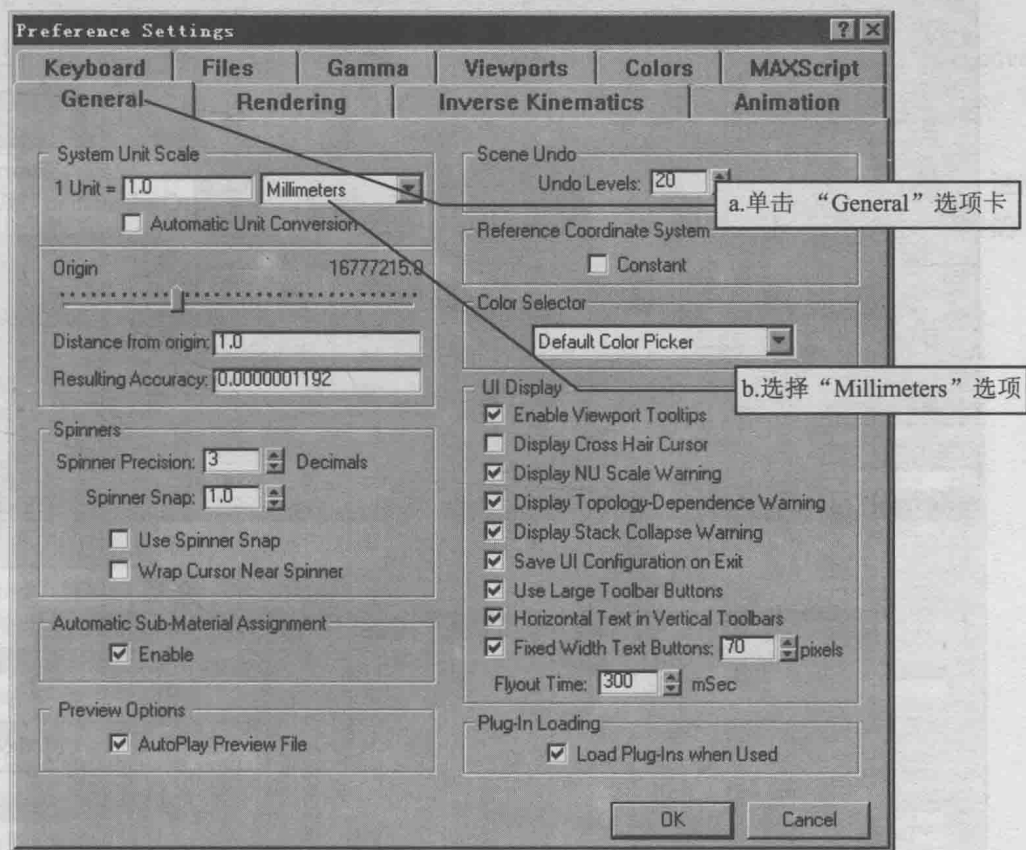

图 1-1-4
(3) 屏幕上出现了一个“Preferences Settings”（系统参数设置）对话框，如图 1-1-4，单击其中的“General”（基本参数）选项卡，如图 1-1-4a。在“System Unit Scale”（系统长度单位）选项栏中的下拉列表框中选择“Millimeters”（毫米）选项，表示绘制图形的一个长度单位等于实际物体 1mm 的长度，如图 1-1-4b。单击“OK”按钮，完成系统长度单位的设置，并关闭对话框。